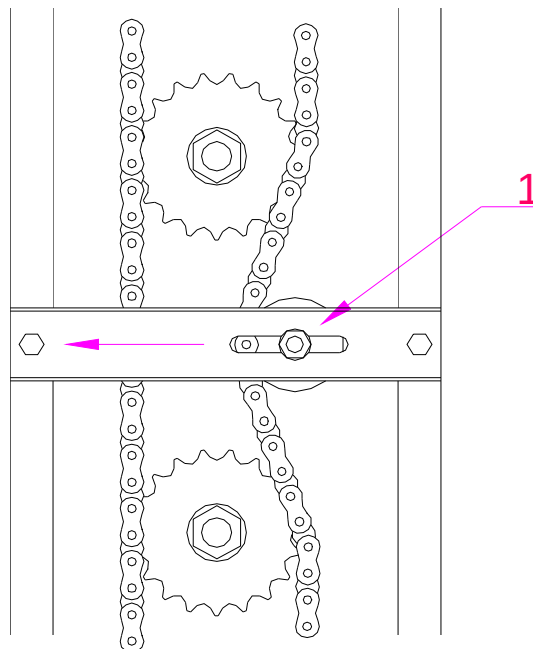

Fig.9
- Afloje ligeramente el tornillo (1) fig.9 y desplace el tensor hacia su izquierda, vuelva a fijar el tensor apretando el tornillo (1) cuando la cadena este tensada.